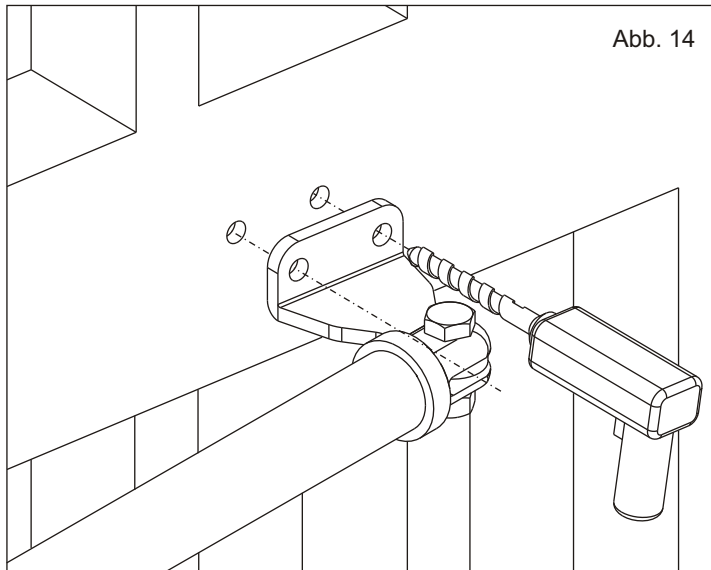
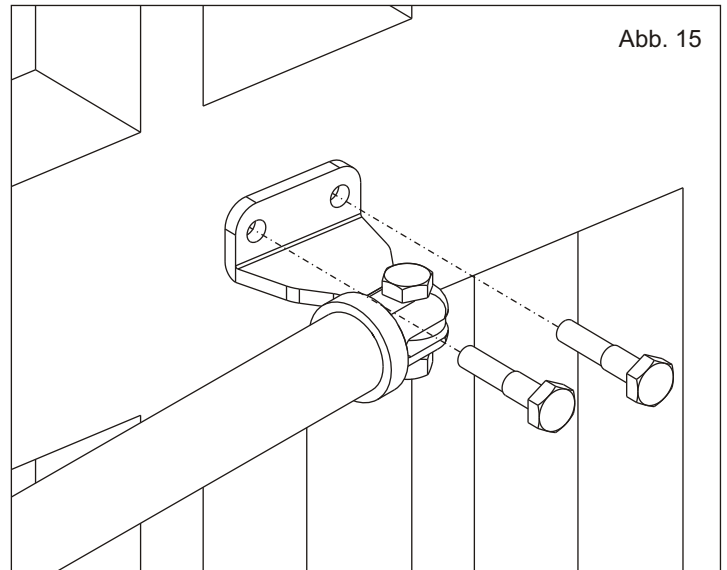

Abb. 14
Abb. 15
2.8. Auf dem Tor eine Bohrung vornehmen (Abb. 14), sodass der vordere Bügel mit den mitgelieferten Bolzen befestigt werden kann und darauf achten, dass sich der Antrieb in horizontal Position befindet (Abb. 15)